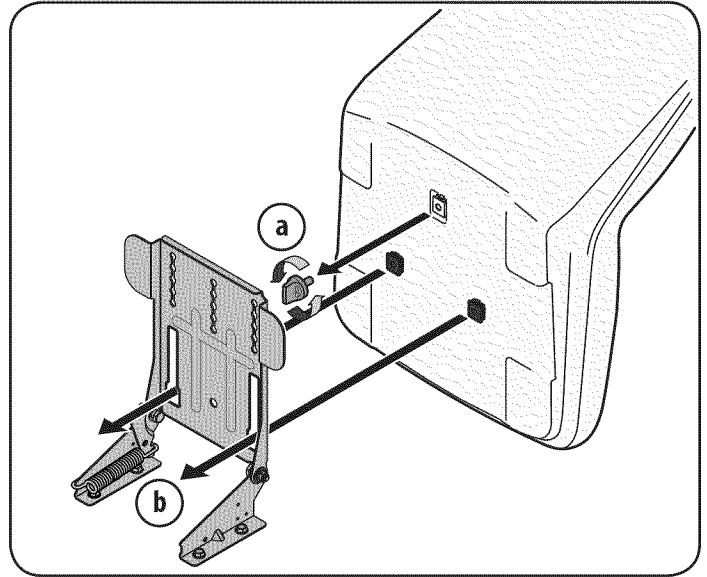

Figura 32
1. Como ya se ha indicado, quitar la perilla de ajuste de asiento instalado en la fábrica en la parte inferior del asiento. Consulte la sección "A" en la Figura 32.
2. Alinear el asiento sobre el soporte de pivote del asiento como se muestra en la Figura 32 y montar el asiento en el soporte de pivote insertando las dos lengüetas de la parte inferior del asiento en las ranuras de la ménsula de pivote.